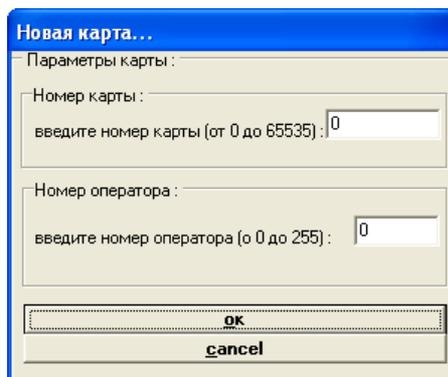

Рисунок 2.14
2.3.2.4 В окне с заголовком «Новая карта...» (рисунок 2.14) введите следующие свойства создаваемого макета карты: